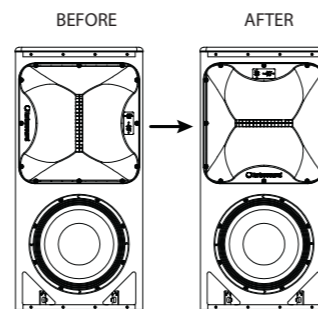

Fig. 6
13. Check all components and confirm the horn orientation is correct (fig 6).
13. Compruebe todos los componentes y confirme que la orientación de la bocina sea la correcta (fig. 6).
13. Vérifiez tous les composants et confirmez que l'orientation du klaxon est correcte (fig 6).
13. Überprüfen Sie alle Komponenten und stellen Sie sicher, dass die Hornausrichtung korrekt ist (Abb. 6).
13. Verifique todos os componentes e confirme se a orientação da buzina está correta (fig. 6).
13. Controllare tutti i componenti e confermare che l'orientamento dell'avvisatore acustico sia corretto (fig 6).